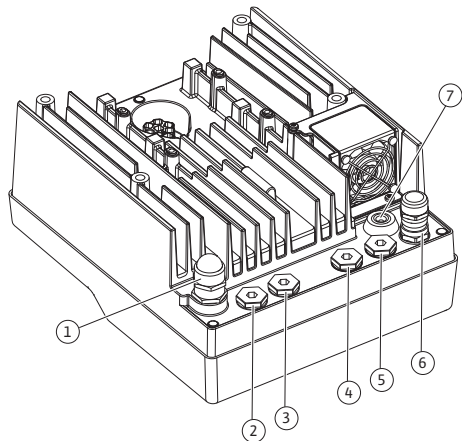

Fig. 19: Kabelskjøt med gjenger / kabelgjennomføringer
4. Tilkoblingskabelen må føres gjennom kabelskjøten med gjenger M25 (Fig. 19, pos. 1). Trekk til kabelskjøten med gjenger med angitt dreiemoment.